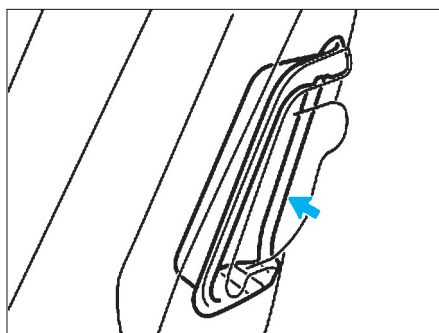

FIG. 13
- Déposer le cadre récepteur de l'airbag (fig. 13).